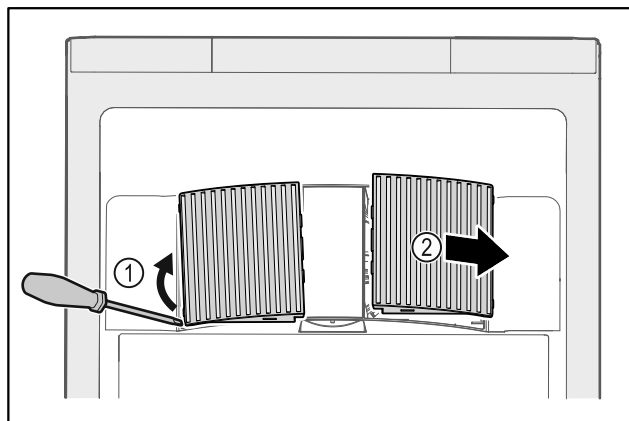

Fig. 176
- ▶ Pokrov ventilatorja previdno dvignite s strani Fig. 176 (1) in ga odstranite v smeri naprej Fig. 176 (2).